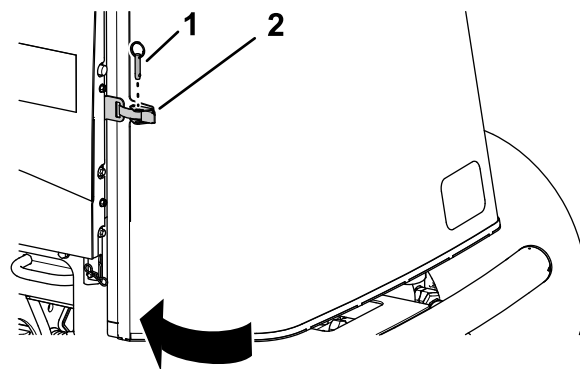

Рисунок 63
1. Закройте и зафиксируйте защелкой решетку (Рисунок 63).